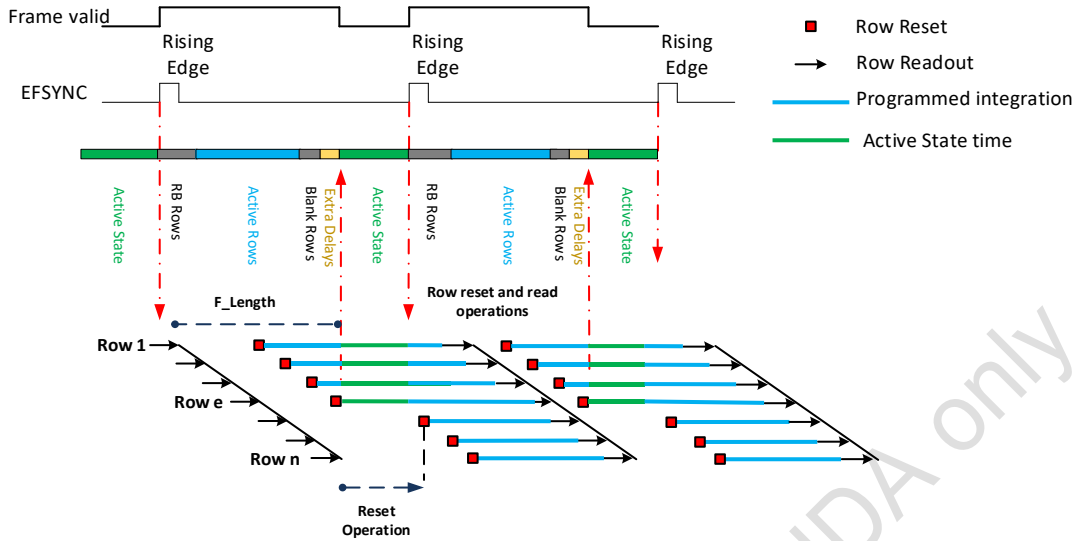

图 2-2 Slave Mode 曝光实现图
SC2210 Slave mode 下的曝光实现如图 2-2:
- 4) Active State 时，芯片停止输出及停止 Row reset 操作，如图 2-2 所示，会导致一帧图像 Row 1~Row e 行与 Row (e+1)~Row n 行的曝光时间不同，Row 1~Row e 行的曝光时间比 Row (e+1)~Row n 行的曝光时间大，多出的时间为 Active State time，为避免这种曝光差异，要求外部精确控制 EFSYNC，使 Active State 控制在 20 个 T_{PCLK} (PCLK 周期) 以内，保证一帧内的每行曝光时间基本一致；